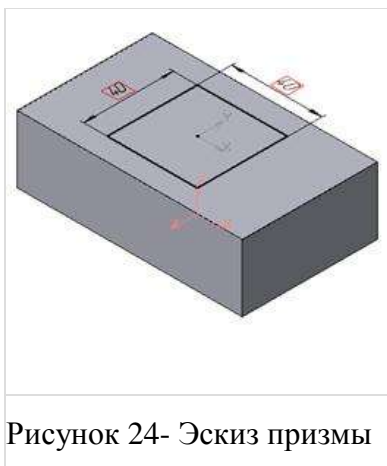
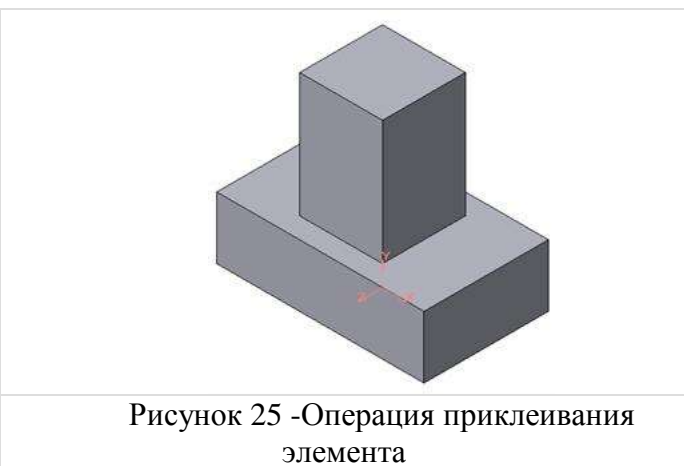

Рисунок 24- Эскиз призмы
Рисунок 25 -Операция приклеивания элемента
2. Для построения верхнего элемента детали рис.23 - прямоугольной четырехгранной призмы на верхней плоскости основания вычертим эскиз - квадрат со сторонами 40 мм (рис.24) и приклеим призму выдавливанием на 50мм (рис.25).